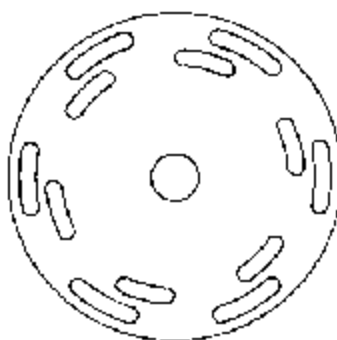

Figura 52 – Exemplo de Furação para Encoders Incrementais.
Na “Figura 52” é possível observar que o disco possui dois anéis concêntricos de furos. Cada par de furos (anel interno e anel externo) compõe uma unidade de contagem. O
disco mostrado na figura 52 possui 6 pares de furos e desta forma 6 unidades são contadas a cada rotação completa do disco.
- ✓ Portanto a resolução do encoder da Figura 52 é:  $360/6$